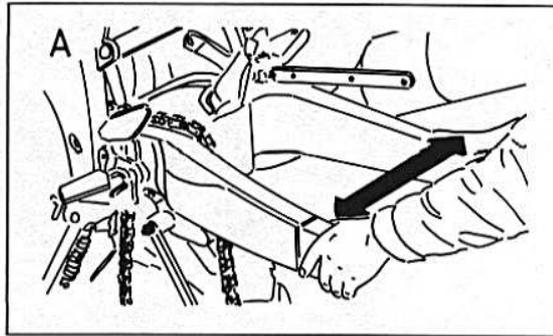

Bild 38
- Durch seitliches Bewegen der Hinterrad-schwinge das Spiel ermitteln (Bild 38). Es darf maximal 1,0 mm betragen. Ist das Spiel grösser, muss die Schwingen-lagerung ersetzt werden. Beachte dazu das entsprechende Kapitel.